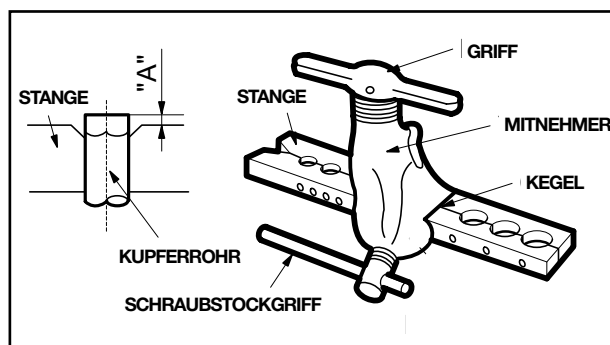

Abb.15
4. Ansenken (Abb. 15): Montieren Sie das Kupferrohr in der Hammervorrichtung und wählen Sie den passenden Durchmesser aus der folgenden Tabelle aus.